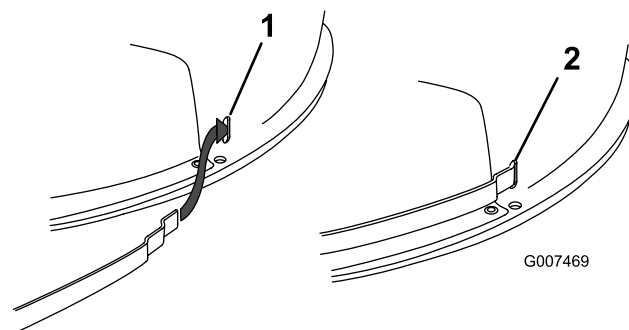

**Figure 19**
10. Retirez le boulon, la rondelle et l'écrou qui rapprochent les extrémités des 2 bandes (Figure 19).
14. Rapprochez les extrémités des 2 bandes qui entourent l'obturateur Recycler, comme illustré (Figure 19).
9. Retirez le boulon, la rondelle et l'écrou qui rapprochent les extrémités des 2 bandes (Figure 19).
15. Rapprochez les extrémités des 2 bandes qui entourent l'éjecteur, comme illustré (Figure 19).
16. Alignez les trous à l'extrémité des bandes et fixez les deux bandes ensemble à l'aide du boulon, de la rondelle et de l'écrou retirés précédemment (Figure 19).